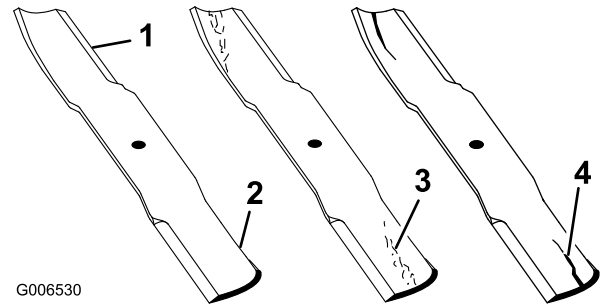

Figura 48
1. Inspeccione as extremidades de corte (Figura 48).
2. Inspeccione as lâminas, especialmente a área curva (Figura 48).
Nota: Se verificar quaisquer danos, desgaste, ou formação de ranhuras nesta área (itens 3 e 4 em Figura 48), instale imediatamente uma lâmina nova.